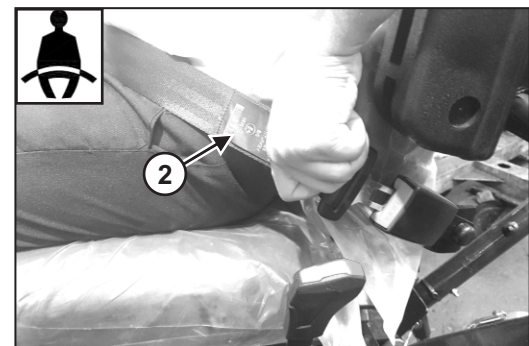

Fig. 4.24b
- ! Verifique se o cinto de segurança (2) está danificado. Um cinto de segurança danificado tem de ser substituído, Fig. 4.24b.